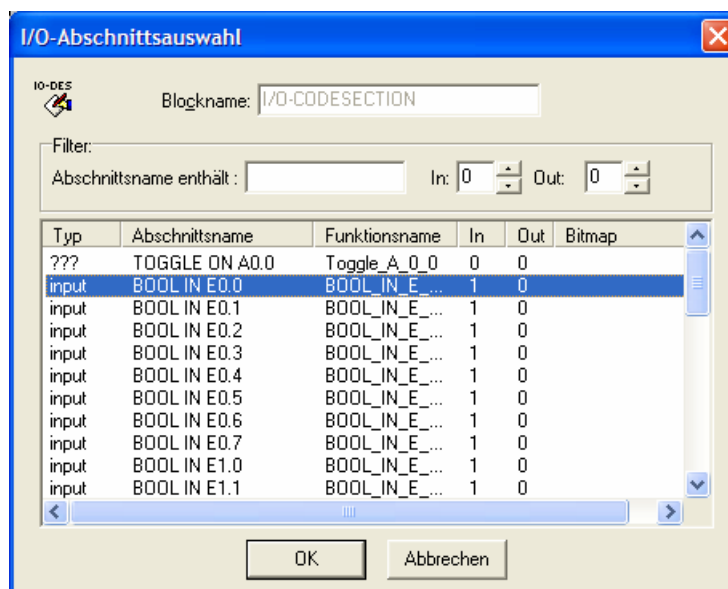

Abbildung 11 Parametrierung des *I/O-Code-Abschnitt*-Blocks als SPS-Eingang E0.0.
- 5) Doppelklicken Sie nun zunächst auf den oberen der beiden linken *I/O-Code-Abschnitt*-Blöcke. Wählen Sie im daraufhin erscheinenden Dialog den Code-Abschnitt `BOOL IN E0.0` aus (Abbildung 11) und verlassen Sie den Dialog über die *OK*-Schaltfläche. Der Block weist nunmehr einen Ausgang auf und zeigt zudem in seinem Blocktitel den ausgewählten Abschnittsnamen an.